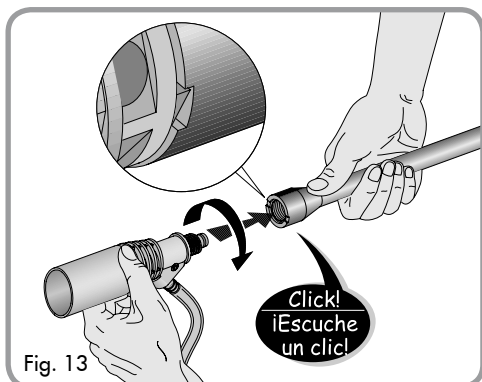

Fig. 13
3. Thread the detergent nozzle into the lance until fully seated. (Fig. 13)
3. Enrosque la boquilla para detergente en la lanza hasta que esté perfectamente colocada (Fig. 13)